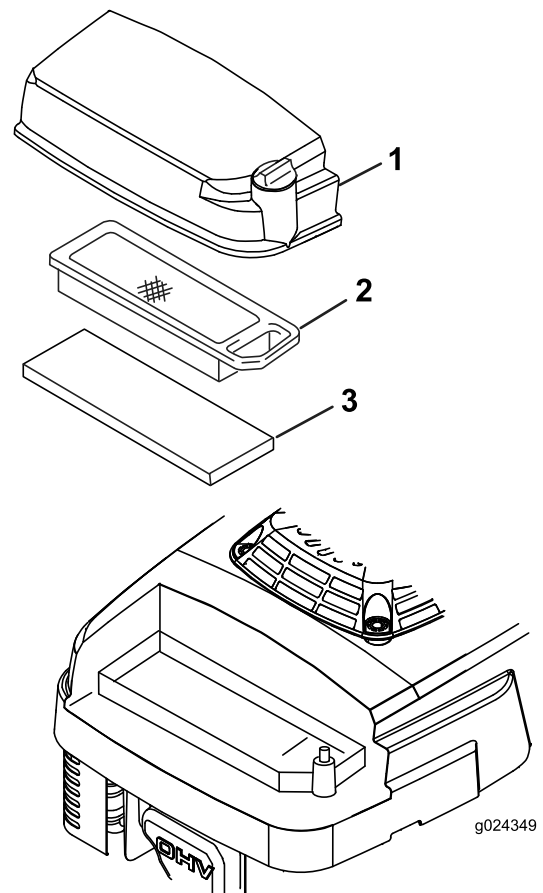

Bild 21
3. Lösen Sie die Schraube an der Abdeckung des Luftfilters (Bild 21).
5. Nehmen Sie den Papierluftfilter ab, prüfen Sie ihn (Bild 21) und werfen Sie ihn weg, wenn er zu stark verschmutzt ist.
- Entfernen Sie den Schaumstoffvorfilter (Bild 21) und reinigen Sie ihn mit milder Seifenlauge und Wasser. Tupfen Sie ihn dann trocken.